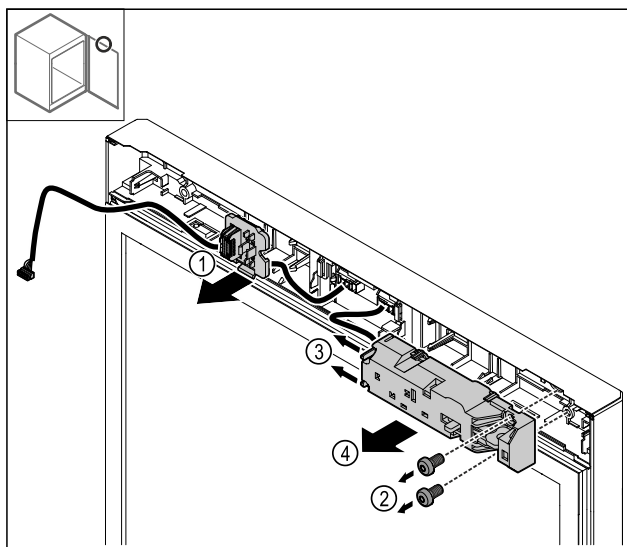

Fig. 27
- ▶ Откопчайте дръжача на щекера Fig. 27 (1).
- ▶ Отстранете винтовете Fig. 27 (2).
- ▶ Натиснете фиксиращия палец Fig. 27 (3) настрани и свалете електрическата ключалка Fig. 27 (4).